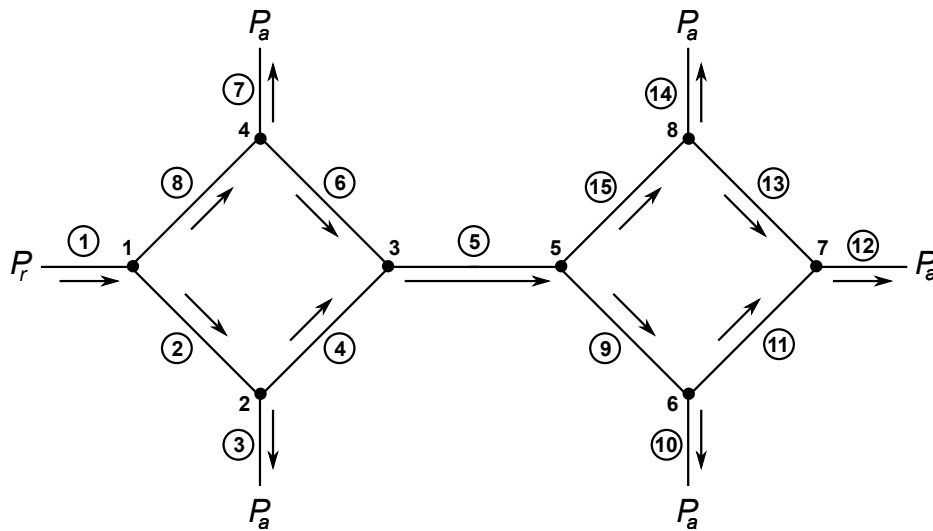

Figura 1: Esquema do circuito hidráulico.
1. Considere o esquema do circuito hidráulico mostrado na Figura 1. Este sistema está alimentado por um reservatório cuja a pressão é mantida constante e igual a $P_r = 12$. As saídas das tubulações desembocam na atmosfera, onde a pressão é considerada nula (isto é, $P_a = 0$). Deste modo, a vazão Q_i da i -ésima tubulação depende da diferença de pressão ΔP_i de tal modo que